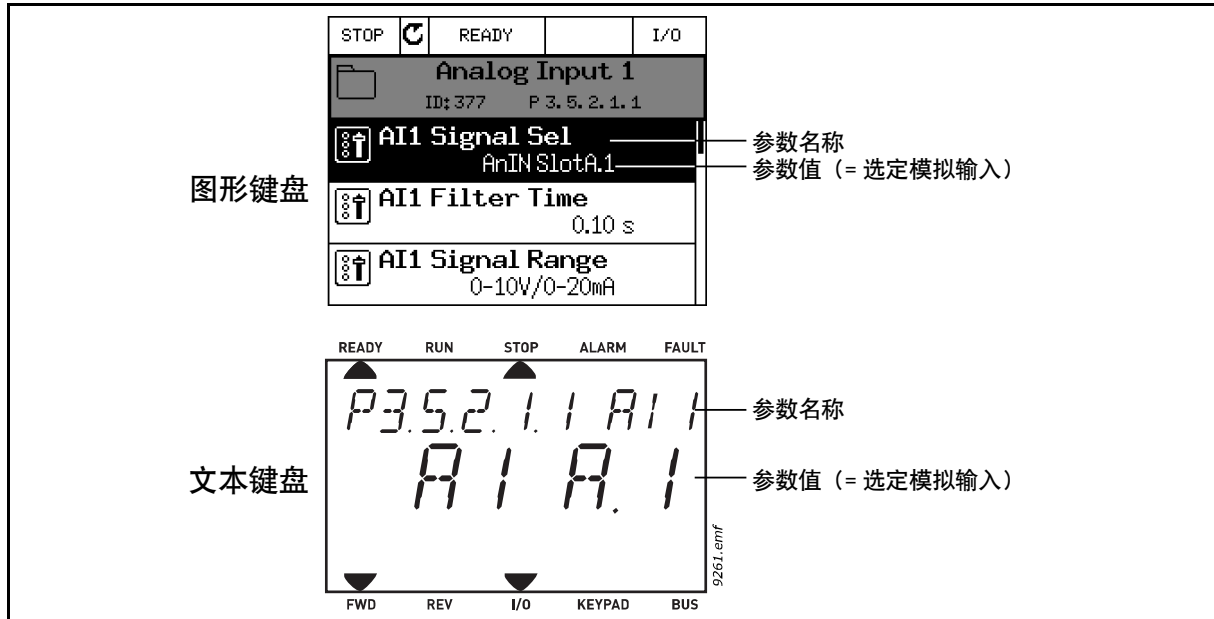

图 62
2. 您现在正处于 编辑 模式下，因为插槽值 DigIN SlotA. 正在闪烁并带下划线。 (如果您的 I/O 中有更多的数字输入端，例如通过在插槽 C、D 或 E 中插入选件板，还可以在此处选择它们)。参见图 62。	2. 您现在正处于 编辑 模式下，因为字母 d 正在闪烁。(如果您的 I/O 中有更多的数字输入端，例如通过在插槽 C、D 或 E 中插入选件板，还可以在此处选择它们)。参见图 62。